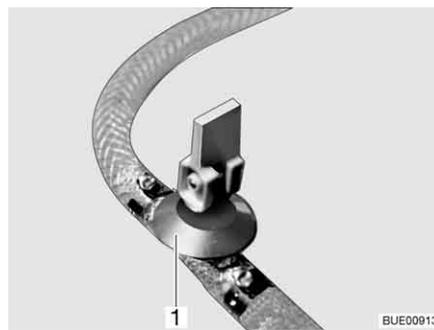

Bild 214 Ablasshahn
- Ablasshahn/Ablasshähne schließen. Dazu den Kipphebel (Bild 214,1) waagrecht stellen.
- Ablasshahn/Ablasshähne (Bild 214) öffnen. Dazu den Kipphebel (Bild 214,1) senkrecht stellen. Der Boiler wird nach außen entleert.